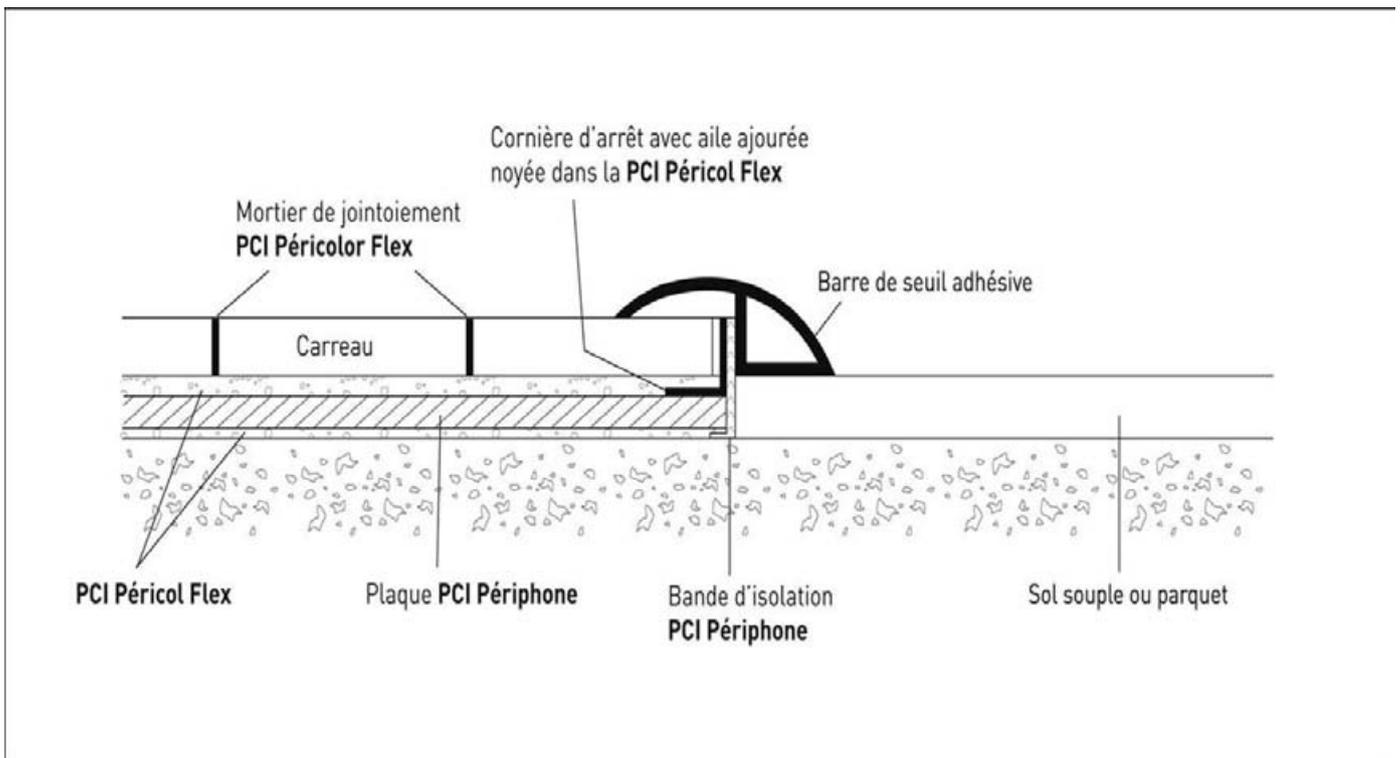

Figure 6 – Traitement des seuils de porte avec barre de seuil adhésive
4.42 Seuils de porte (figures 6 et 7)